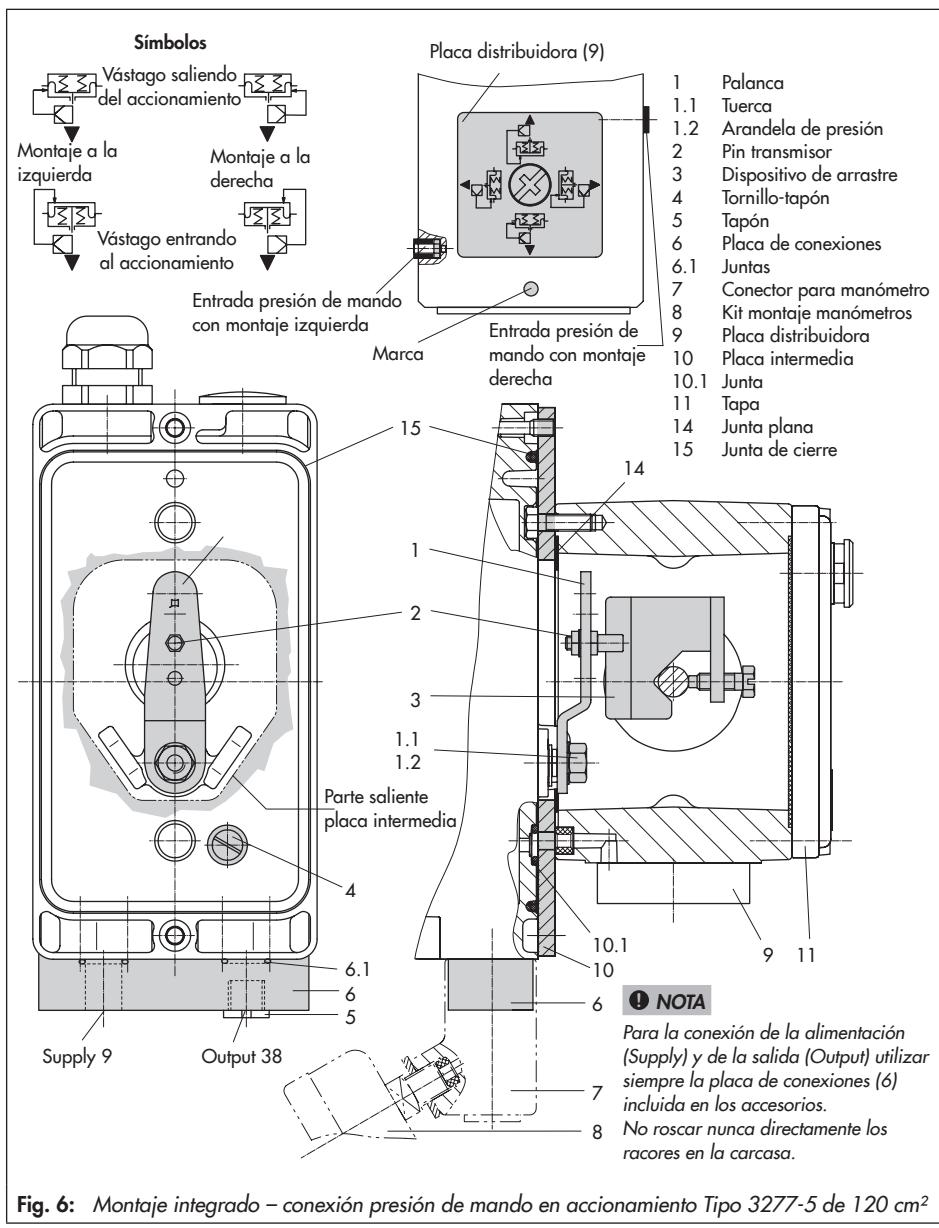

Fig. 6: Montaje integrado – conexión presión de mando en accionamiento Tipo 3277-5 de 120 cm²
Accionamiento de 120 cm² (ver fig. 6)
4. Fijar la placa intermedia (10) con la parte saliente más estrecha (fig. 6 izq.) hacia la conexión de la presión de mando, la junta plana (14) enganchada tiene que quedar del lado del puente del accionamiento.
5. **Carrera 15 mm:** el pin (2) de la palanca M (1) en la parte posterior del posicionador se deja en la posición 35 (estándar).